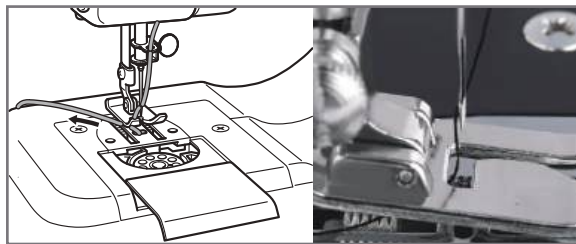

Рис.7
6.3.7 Проденьте нить через ушко иглы спереди назад. Убедитесь, что нить проходит за иглой и находится под прижимной лапкой (Рис.7).